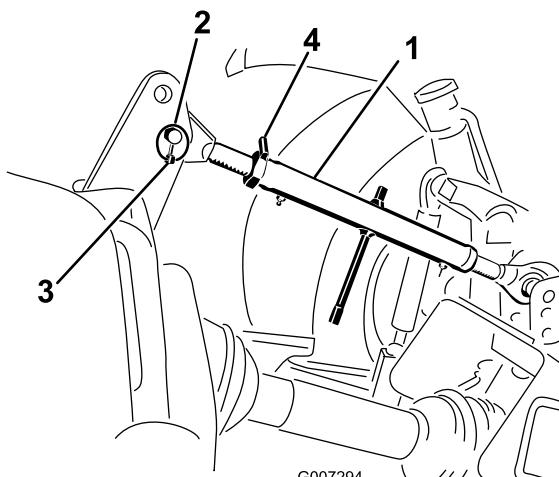

図8
1. ブラケットの下穴に上リンクを接続して、リンクピンとリンチピンで固定する 図8。
- 上リンクを回してリンクを締める。エアレータのフレームの前面が水平線に対して 90 度になるように調整する 図 8。